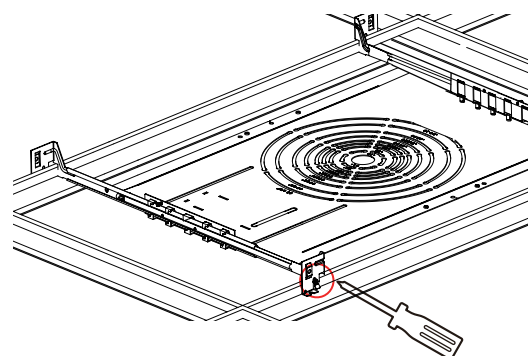

Fig. 20
3. Si requis par le code, fixer les barres de suspension à la grille en T à l'aide de vis autotaraudeuses pour tôle (Fig. 20).